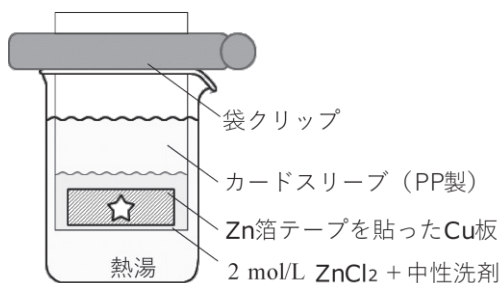

図1 実験装置
- (1) 亜鉛箔テープに穴あけパンチで好きな形の穴をあけ、表面をアセトンでふいた銅板（15mm × 45mm × 0.5mm）にしっかりと貼り付けます。
- (2) カードスリーブに 2.0mol/L の塩化亜鉛水溶液 3mL、食器用洗剤 1 滴を入れ、クリップ（パンや菓子類の袋を密閉するためのもの）で密閉します。カードスリーブとクリップは、100 円ショップ等で購入できます。
- (3) 300mL ビーカーに熱湯を入れ、(2)のカードスリーブを 1 分間ほど湯せんで加熱します。ビーカーはホットプレートにのせ、85℃以上の温度に保ちます（図 1）。
- (4) 銅板の表面が銀色になったらピンセットで取り出して水洗いし、亜鉛箔テープをはがします。
- (5) 銅板をホットプレートで加熱し、銀色の部分が金色に変化したら完成です。